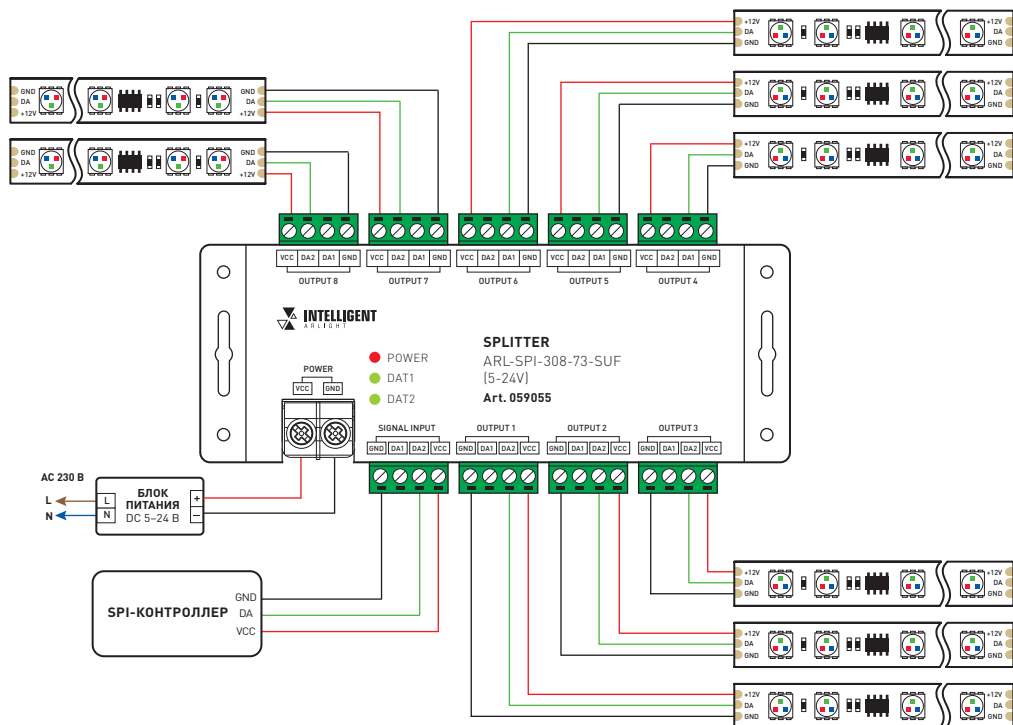
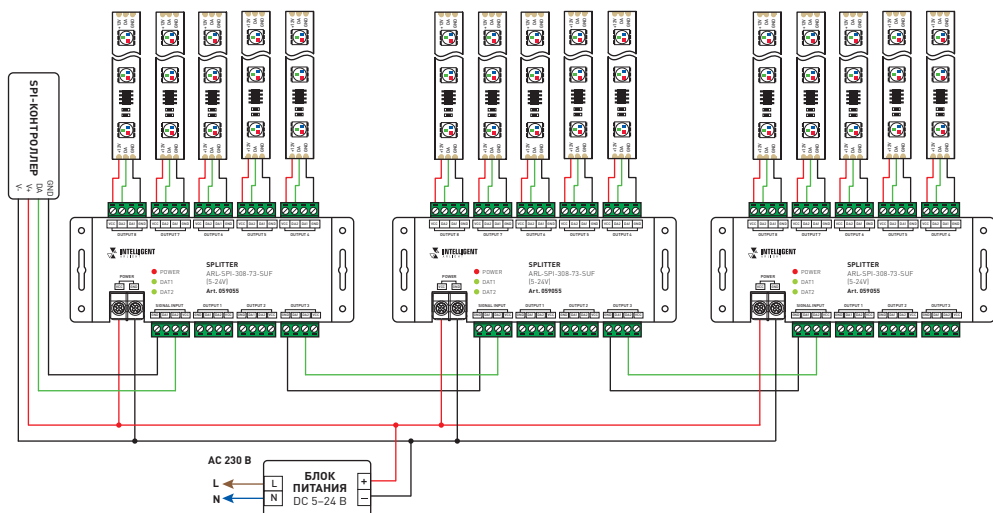

Рис. 2. Схема подключения сплиттера
Рис. 3. Схема подключения нескольких сплиттеров
- 3.2. Подключите сплиттер в соответствии со схемами на рис. 2 и рис. 3.